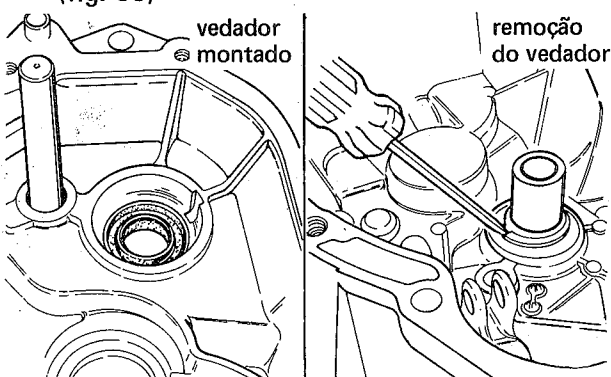

fig. 66
23. Remover cuidadosamente o vedador da árvore primária, com uma chave de fenda, de modo a não danificar a carcaça da embreagem (fig. 66)